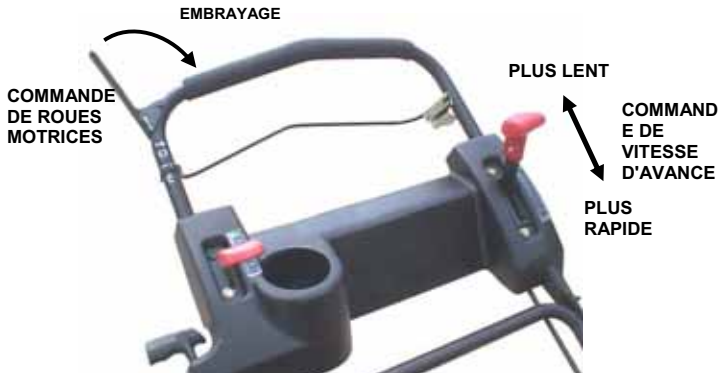

FIGURE 2.6
2. Amenez l'accélérateur sur la position starter. Voir figure 2.6.
3. Poussez la commande des roues motrices contre la poignée pour actionner les roues motrices et faire avancer la tondeuse. La vitesse au sol peut être réglée pendant le déplacement de la tondeuse. Il vous suffit de déplacer la commande de vitesse au sol. Voir figure 2.6.